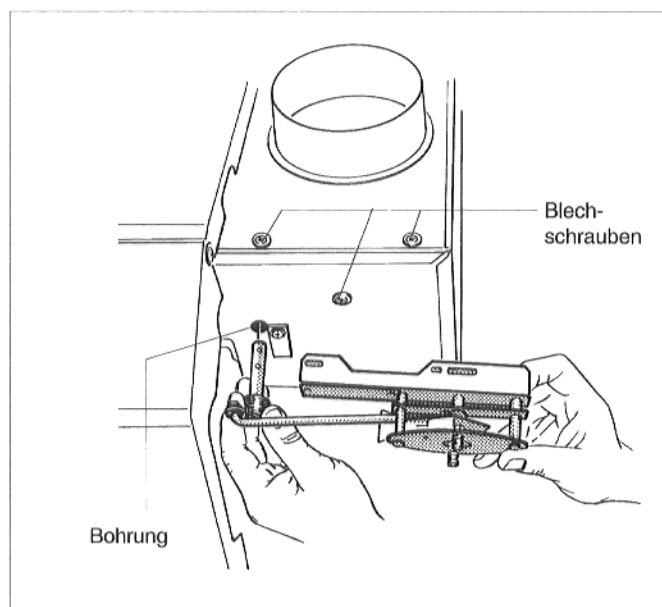

Abb. 5
7. Rechten Lagerstift von außen in die Bohrung in der rechten Seitenwand der Strömungssicherung einstecken (Abb. 5).
12. Die drei Blechschrauben an der Strömungssicherung herausdrehen (Abb. 5).